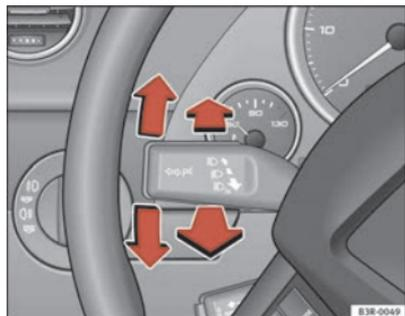

Fig. 92 Levier des clignotants et des feux de route
- Repoussez le levier jusqu'en butée supérieure pour faire fonctionner les clignotants droits, ou inférieure pour faire fonctionner les clignotants gauches  $\Rightarrow$  fig. 92.